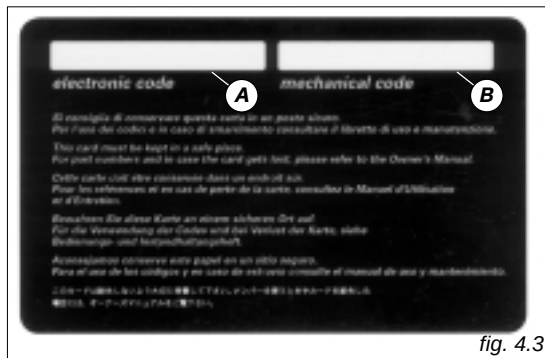

fig. 4.3
A) (fig. 4.3) il codice elettronico, da utilizzare in caso di avviamento di emergenza;
B) (fig. 4.3) il codice meccanico delle chiavi, da comunicare alla rete assistenziale DUCATI in caso di richiesta di duplicati delle chiavi.